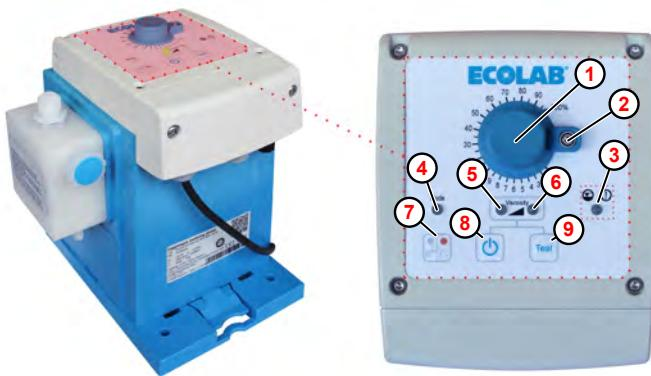

Abb. 15: Ein/Aus- Taste der „EcoUp“
1. Die Pumpe wird über den Ein/Aus- Taster (Abb. 15 , ⑧) ein-, bzw. ausgeschaltet.
Je nach gewähltem Dosiermodus leuchtet oder blinkt entweder die linke LED (Abb. 15 , ⑤ , Viscosity low) oder die rechte LED (Abb. 15 , ⑥ , Viscosity high).
1. ➤ Beim ersten Einschalten ist die Pumpe auf Betriebsart manuell eingestellt, die LED Betriebsart (Abb. 15 , ) ist aus. Die Pumpe läuft nach dem Einschalten sofort los, die LED Betriebsstatus / Dosiermodus  bzw.  leuchtet grün.